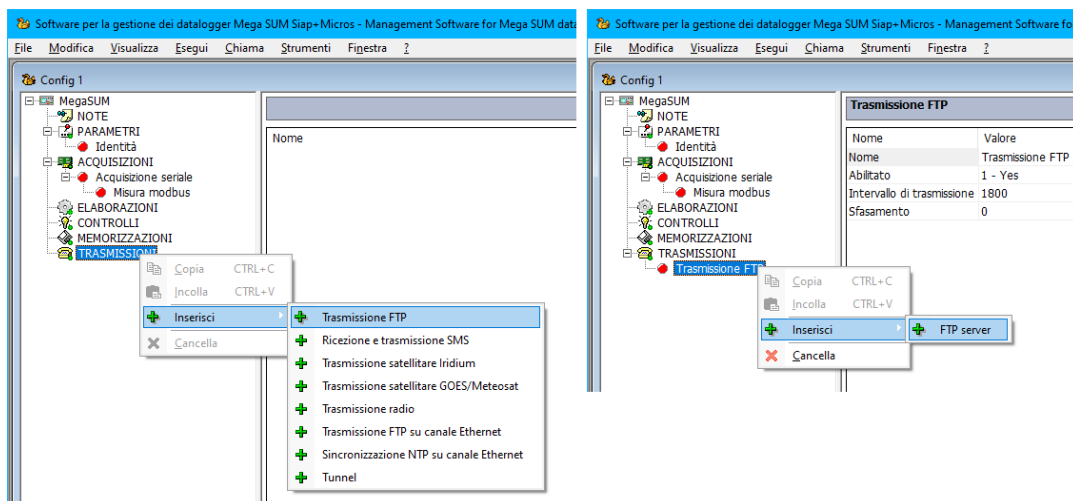

Figura 15.7: inserimento di una trasmissione FTP.
- Inserire un'attività di trasmissione FTP dalla sezione Trasmissioni (Figura 15.7 sinistra).
- Dalla trasmissione FTP aggiungere il server (Figura 15.7 destra).